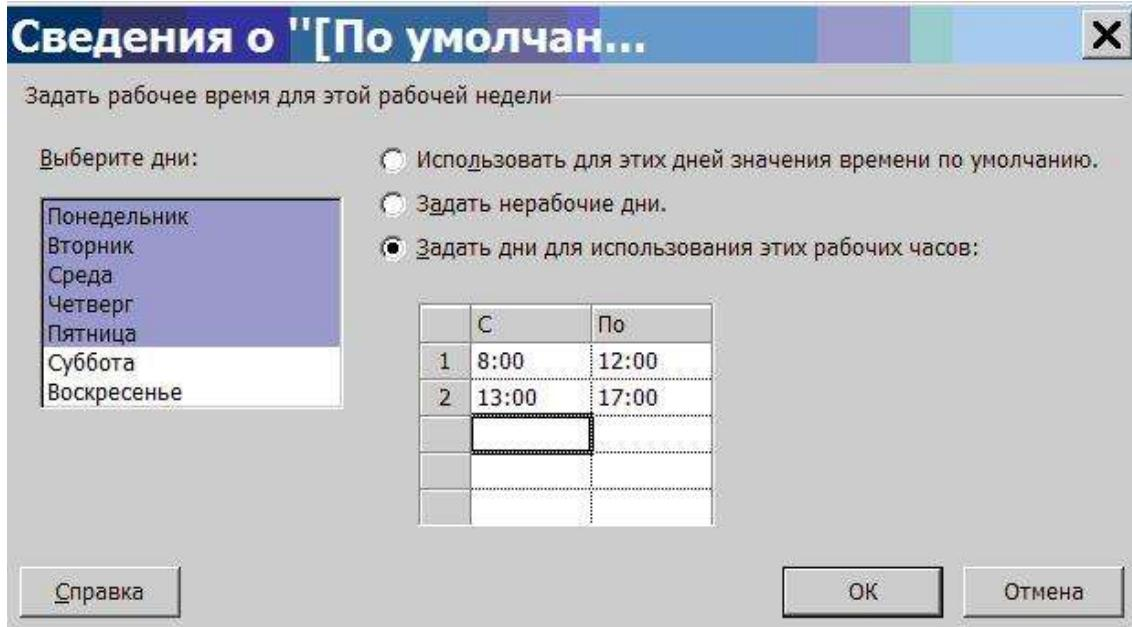
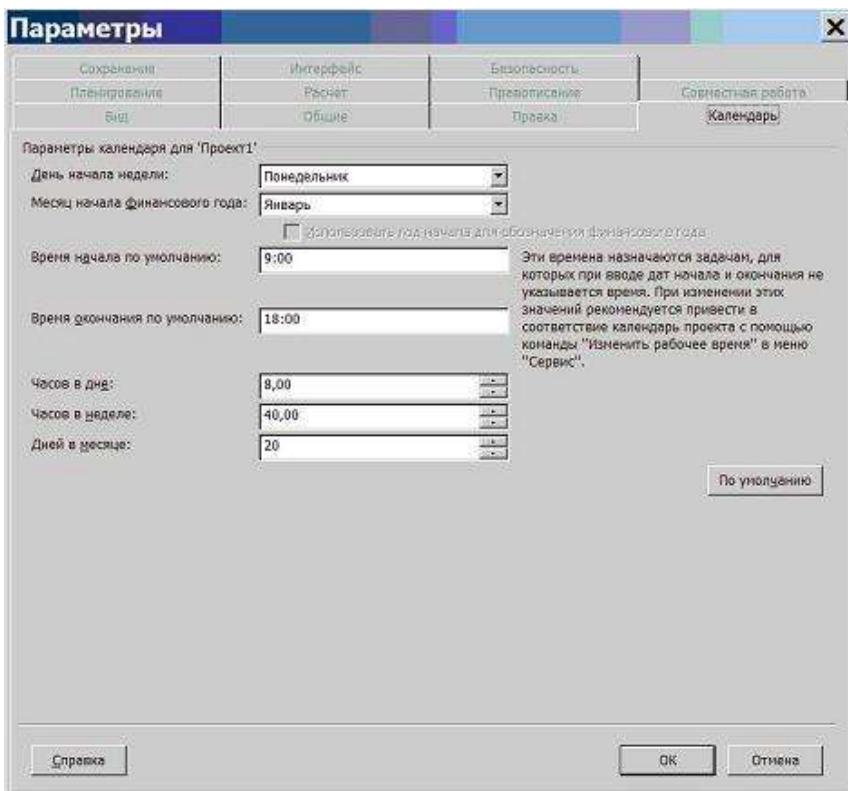

Рис. 3.5. Окно сведений о рабочей неделе
Рис. 3.6. Окно параметров календаря
2. Вкладка *Рабочие недели*. Содержит список описаний видов используемых в проекте рабочих недель. Рабочая неделя задает рабочий график по дням недели (с понедельника по воскресенье). В проекте можно использовать рабочие недели разных видов: обычные (нормальный график), "штурмовые" для экстренных случаев (все дни недели являются рабочими, рабочий день длится 10 часов), "облегченные" (рабочий день длится до обеда) и т.д. В системе предопределен не удаляемый вид *По умолчанию*, срок действия которого неограничен. Он используется для описания нормального рабочего графика, принятого в организации. Все остальные описания рабочих недель уточняют этот график в заданный период времени и не должны пересекаться между собой. Описание рабочей недели состоит из названия, дат начала и окончания ее действия, а также графиком работы, который задается в окне сведений, открываемом кнопкой *Подробности*. Это окно изображено на рис. 3.5. Список *Выберите дни* используется для выбора дней, для которых требуется изменить график работы. Щелчок мыши с удерживанием нажатой клавиши *Ctrl* позволяет выделить сразу несколько дней. Переключатель *Использовать для этих дней значения времени по умолчанию* задает для выбранных дней стандартный график (9:00–13:00 и 14:00–18:00). Чтобы сделать день недели нерабочим, нужно установить переключатель *Задать нерабочие дни*. Для использования нестандартного графика предназначен переключатель *Задать дни для использования этих рабочих часов*, при использовании которого следует заполнить таблицу промежутков рабочего времени. Так на рис. 3.5 для всей недели с понедельника по пятницу устанавливается нестандартный график 8:00–12:00 и 13:00–17:00.
3. Кнопка *Параметры*. Открывает окно параметров календаря, которые используются системой в процессе планирования. Это окно изображено на рис. 3.6. Его также можно открыть из меню: *Сервис/Параметры* вкладка *Календарь*. Установки этого окна не изменяются автоматически при изменении параметров рабочей недели *По умолчанию* и должны изменяться пользователем самостоятельно. Так, при использовании графика работы согласно рис. 3.5 следует соответственно изменить *Время начала по умолчанию* на 8:00, а *Время окончания по умолчанию* на 17:00. Назначение полей этого окна кратко описано в табл. 3.1.